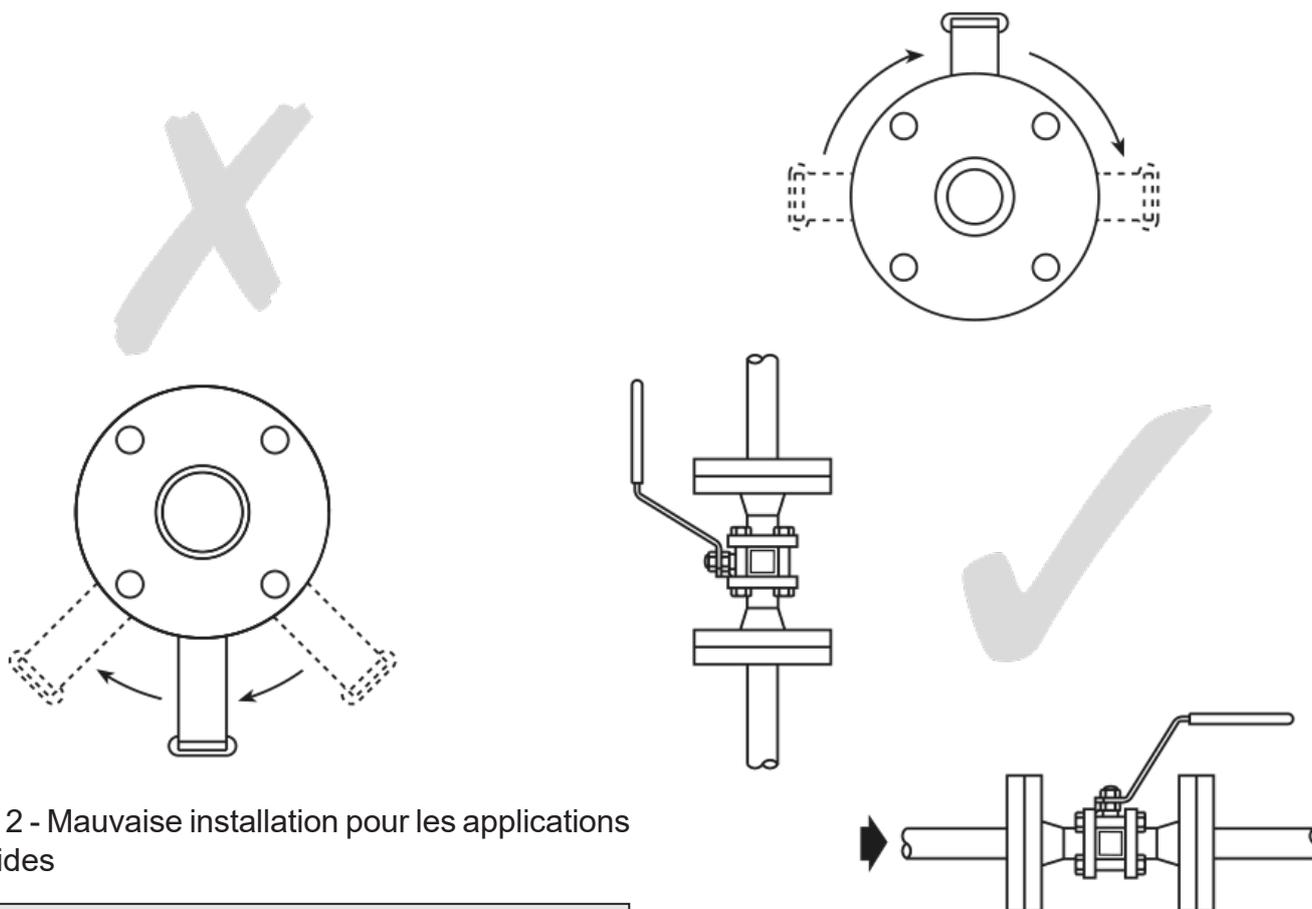

Fig. 2 - Mauvaise installation pour les applications liquides
**Ne pas monter le robinet à l'envers sur des applications liquides (Fig. 2)**